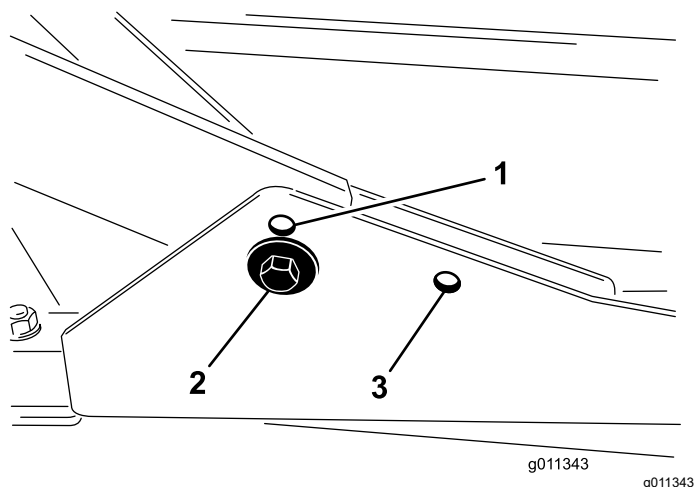

Figura 9
- Para alturas de corte entre 2 y 7,6 cm, los bastidores de tiro delanteros deben montarse en los taladros de montaje delanteros inferiores (Figura 9).
- Para alturas de corte entre 6,3 y 10 cm, los bastidores de tiro delanteros deben montarse en los taladros de montaje delanteros superiores (Figura 9).
Para todas las alturas de corte, la unidad de corte trasera debe montarse en los taladros de montaje traseros (Figura 9).